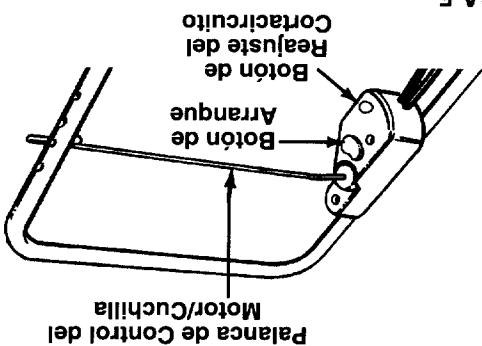

FIGURA 5.
● Para convertir su cortacésped de un triturador a un cortacésped con descarga lateral, levante el tapadero del triturador. Vea la figura 5. Deslice los dos ganchos en el deflector de descarga lateral debajo del pasador de bisagra en el conjunto del triturador de desperdicios de césped. Baje el tapadero del triturador de desperdicios de césped.
IMPORTANTE: SU CORTACESPED TIENE UN CORTACIRCUITOS, SITUADO EN LA CAJA DEL CONTROL DEL MOTOR/CUCHILLA. VEA LA FIGURA 5. SI EL CORTACIRCUITO SE DISPARA, REAJUSTE COMO SE INDICA EN LA SECCION DE MANTENIMIENTO.
- Para convertir su cortacésped de un triturador continuo a un cortacésped con descarga lateral, levante el tapadero del triturador. Vea la figura 5. Deslice los dos ganchos en el deflector de descarga lateral debajo del pasador de bisagra en el cortacésped. Baje el tapadero del triturador de desperdicios de césped.